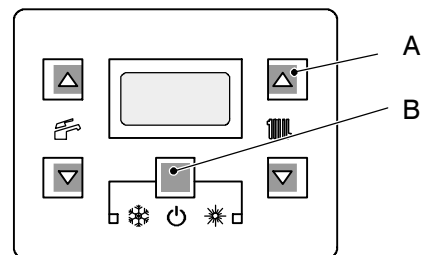

Fig. 9.9
- 4 To modify the parameter press contemporary the keys (A – B Fig. 9.9)